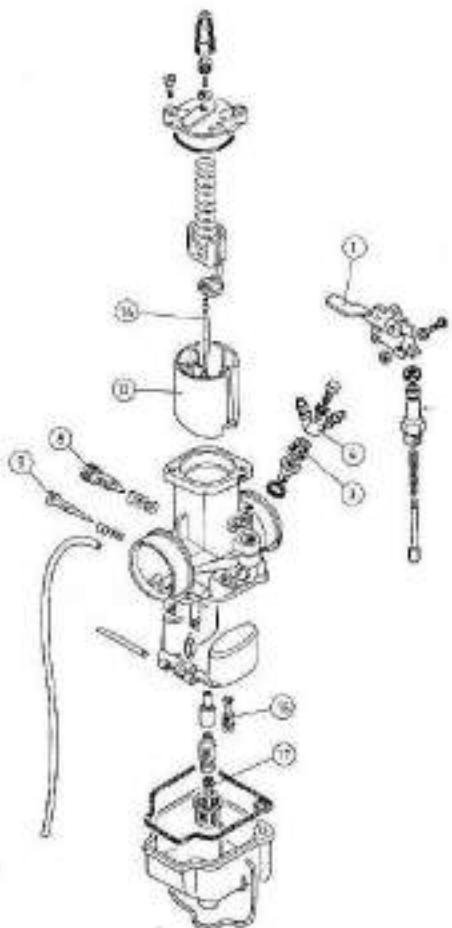

Fig. 11
No obstante, la complejidad de un carburador, a muchos motoristas les interesa conocer sus detalles y particularidades. Para éstos incluimos su dibujo desglosado (Fig. 11).
Cependant, malgré la complexité en général d'un carburateur, beaucoup de motocyclistes désirant en connaître les détails et particularités. Pour cette raison, nous incluons une vue éclatée (Fig. 11).
1. Réglage du ralenti. Le ralenti correct est celui qui permet de rouler en première à peu de tours-minuts. Pour l'obtenir agir sur la vis 8 située sur le côté gauche du carburateur (Fig. 11). Pour augmenter ou diminuer le ralenti, visser ou dévissier cette vis 8.
Pour régler le mélange, on dispose du régulateur d'air 9 (Fig. 11) situé sur le côté gauche du carburateur. Pour déterminer la position adéquate du régulateur d'air, mettre le moteur à bas régime, visser à fond le régulateur, puis dévisser de trois quarts de tour. Si le moteur ne supporte pas bien ce réglage, visser le régulateur jusqu'à ce que le moteur ait tendance à s'amener parce que le mélange est ce que le moteur ait tendance à s'arrêter parce que le trop riche. A ce moment-là, dévissier le régulateur jusqu'à ce que le mélange est trop pauvre. Le réglage le plus adéquat sera celui qui est à mi-course entre ces deux réglages.
Although a carburetor is quite complicated, many riders want, to know more about its peculiarities and details, and for them we include an exploded view (Fig. 11).
1. Adjusting the idle. A proper idle allows to run at low r.p.m. in first gear. To obtain this condition, adjust idle screw 8 located on the left side of carburetor (Fig. 11).
To adjust the mixture at idle, use the air screw 9 (Fig. 11) located on the left side of carburetor. To set the air screw, let the engine run at idle, rotate the screw CW until its bottom, and then back it off 3/4 of a turn. If the engine does not idle well at this setting, rotate the air screw CW until the engine dies because the mixture is too rich. Back off the screw until the engine dies because the mixture is too lean. The best setting will be the half distance between both settings.